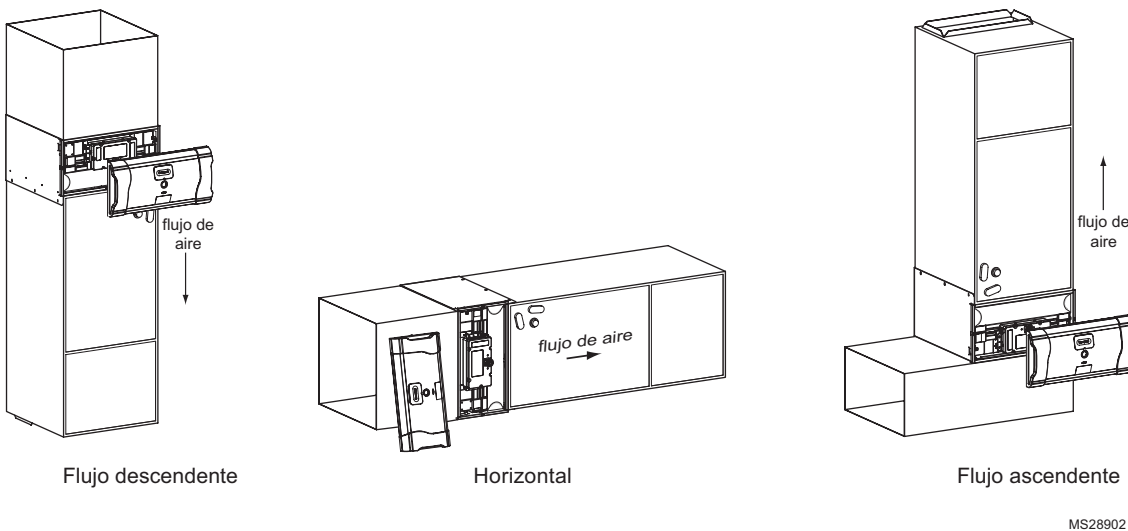
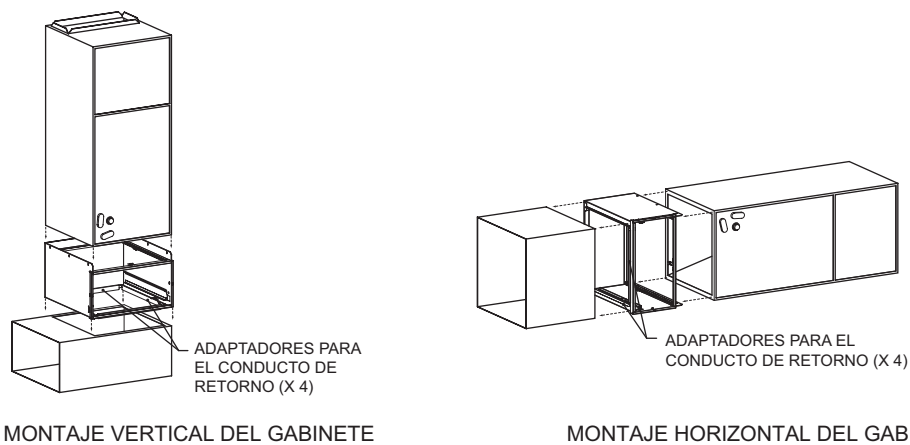

Fig. 4. Orientación del gabinete para los modelos FH8000A.
Fig. 5. Orientación de los modelos FH8000A para controladores de aire.
- Identifique una orientación de montaje para el limpiador de aire mejorado Honeywell en el conducto de aire de retorno (ver Fig. 4).
- d. Coloque el gabinete entre el controlador de aire y el conducto de aire de retorno (ver Fig. 4 en la página 7 y Fig. 5). Es posible que necesite un conducto de transición.